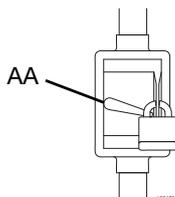

FIG. 11: Desconexão elétrica
NOTA: Garantir que a desligação elétrica (AA) está desligada e bloqueada antes de executar a cablagem. Consulte a FIG. 11.